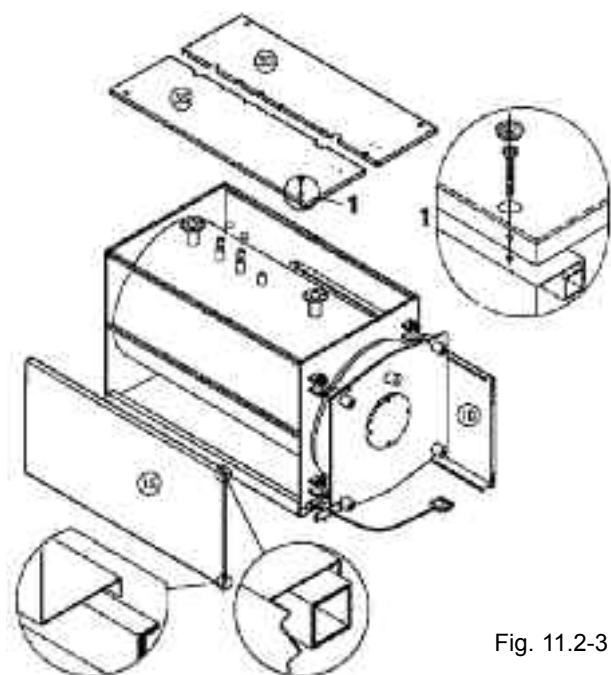

Fig. 11.2-3
- Установите на котлы крышку (W) и прикрепите ее к верхним панелям облицовки винтами - саморезами (V3) (в комплекте), (см. рис. 11.2-3 и 11.2-4)
- Следуя прилагаемой схеме, выполните электрические соединения панели управления, при этом провода пропускаются через отверстия на задней стороне крышки (W).